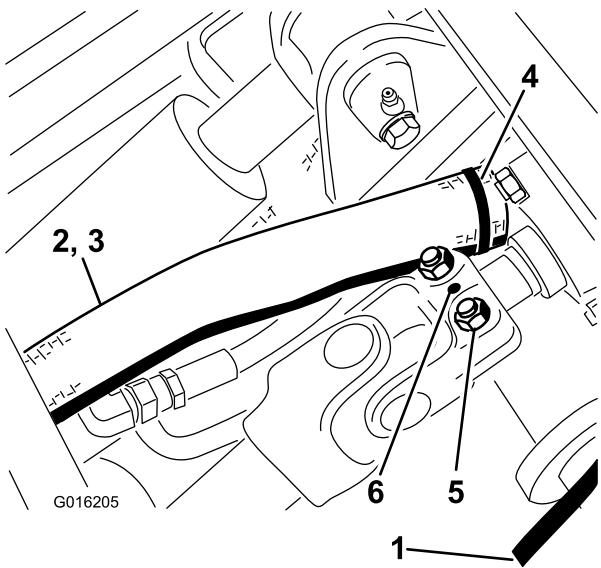

Bild 47
10. Setzen Sie den Rollstift ein (Bild 47).